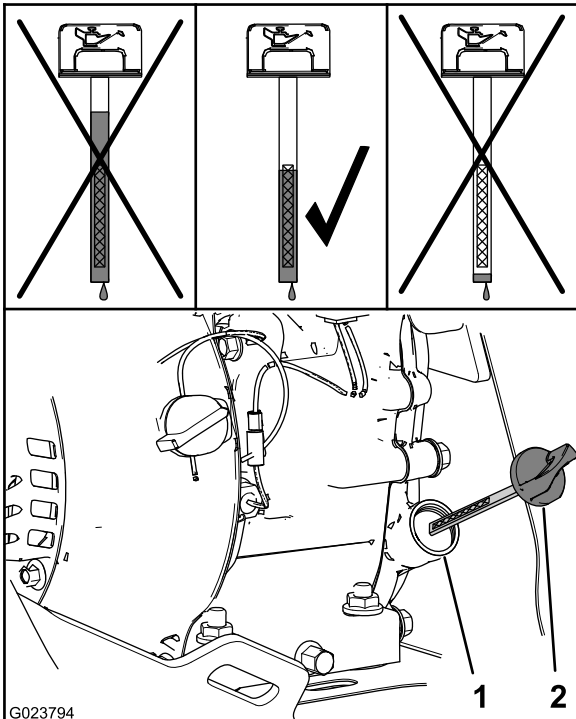

Figura 25
2. Retire la varilla y observe el nivel de aceite (Figura 25).
Nota: El nivel de aceite debe llegar a la parte superior del indicador de la varilla (Figura 25).
- A. Vierta el aceite especificado por el tubo de llenado (Figura 25).